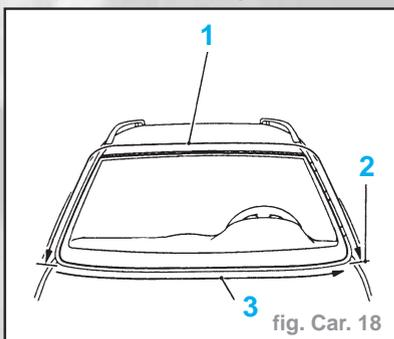

fig. Car. 18
- Déposer le pare-brise avec le fil à couper MKM-589-B (fig. Car. 18).